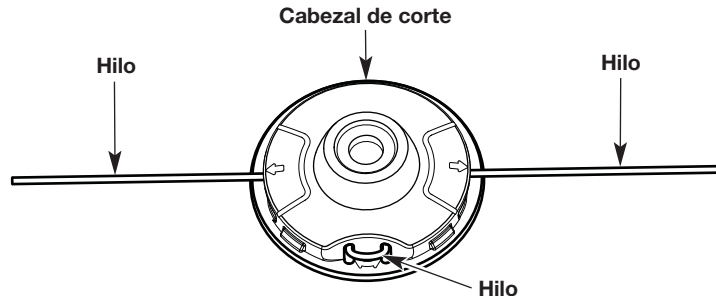

Fig. 17
4. Tire de los extremos del hilo hasta que quede tenso contra el cabezal de corte. Asegúrese de que los extremos del hilo sean de igual longitud (Fig. 17). Si un extremo es más largo que el otro, empuje el extremo más largo nuevamente a través del cabezal de corte parcialmente y tire del extremo más corto hacia afuera. De ser necesario, repita el proceso hasta que ambos extremos sean de igual longitud.
5. Presione el hilo de recorte expuesto entre los orificios circulares hasta que se extienda de plano contra el cabezal de corte (Fig. 17).